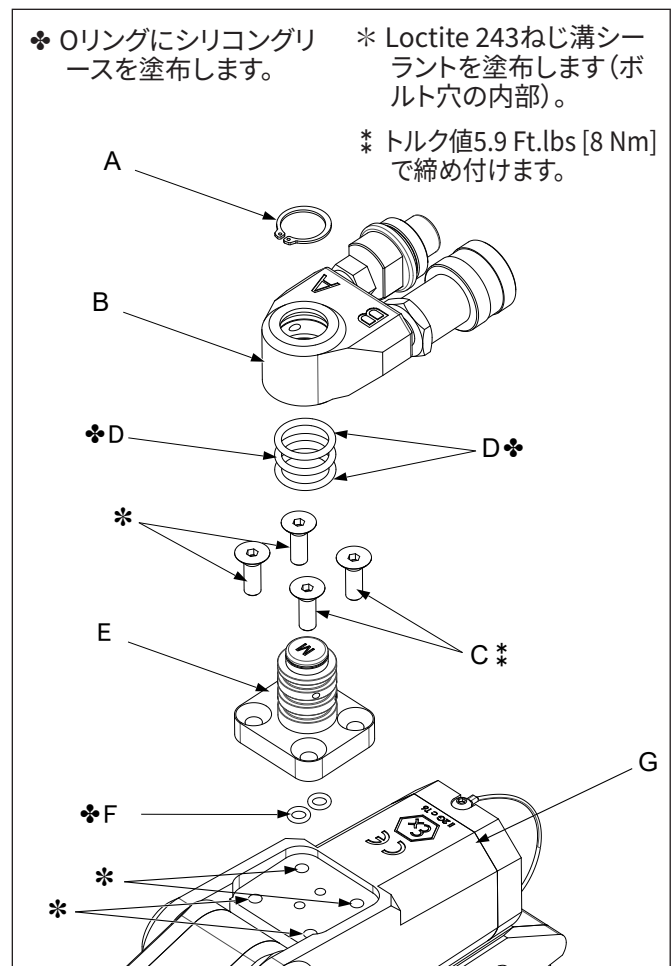

図17: スィベルポストとスィベルアセンブリ
スイベルポストとスイベルアセンブリアタッチメントの分解(図17、18)
- 少量のLoctite 243ねじ溝シーラントをレンチハウジングのねじ取り付け穴に塗布します。位置については図17を参照してください。
- 新品のOリング(F) 2枚をスィベルポスト(E)のベース部分のポートに取り付けます。